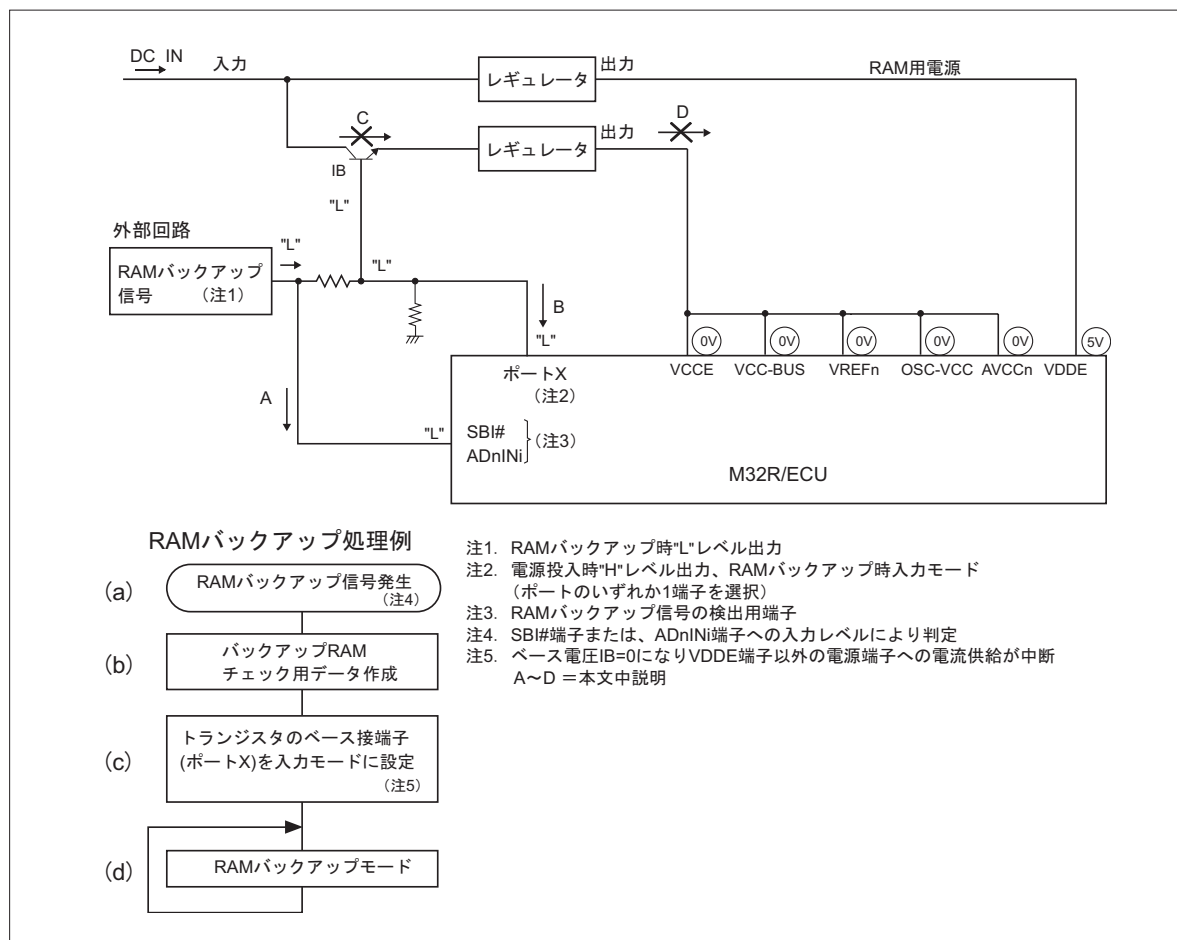
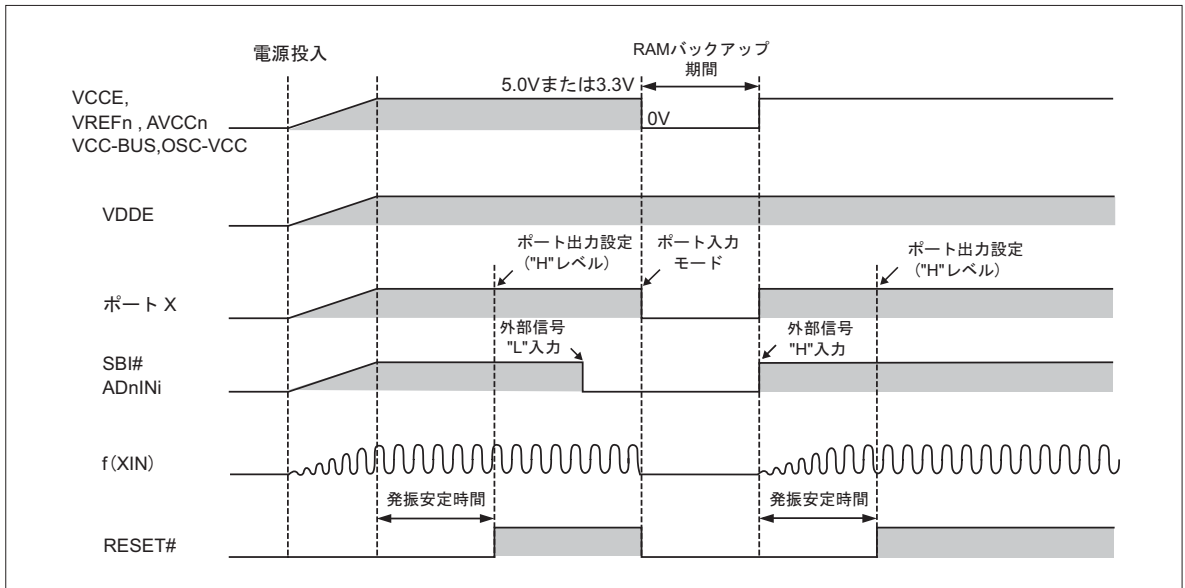

図17.3.3 低消費電力化時のRAMバックアップ時の状態
図17.3.4 低消費電力化のためのRAMバックアップシーケンス例
図17.3.3にRAMバックアップ時の状態を示し、図17.3.4にRAMバックアップシーケンスを示します。外部回路から"L"レベルが出力されるとSBI#端子またはADnINi端子へ"L"レベルが入力されます。これらの端子への"L"レベル入力、RAMバックアップ信号の発生となります(図17.3.3のA、(a))。RAMバックアップモードを有効にするためには、次の設定を行ってください。
- (1) RAMバックアップモードから通常モードに復帰したときに、RAMのデータが正常に保存されていたかのチェック用データを作成(図17.3.3の(b))
- (2) 低消費電力を実現するために、ポートX以外のプログラマブル入出力ポートをすべて入力モード(または出力モードで"L"レベル出力)に設定(図17.3.3の(c))
- (3) ポートXを入力モードに設定(図17.3.3のB、(d))
この処置によってトランジスタのベース電圧IBが"L"レベルになり、VDDE端子以外の電源端子への電源供給が遮断(図17.3.3のC、D)
(1)~(3)の設定によってVDDE端子は3.0V~5.5V、その他の端子は0Vになり、M32R/ECUはRAMバックアップモードになります(図17.3.3の(d))